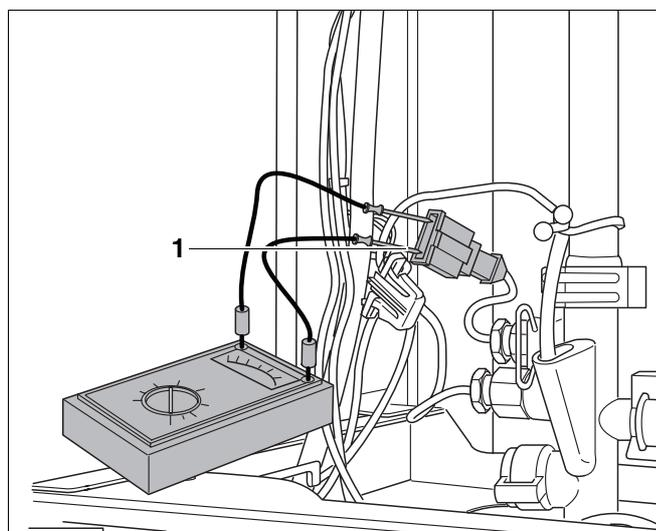

Fig. 67 Logamax plus GB122-11/19/24/24K: verificare sensore di mandata
- Misurare la resistenza del sensore (fig. 67, pos. 1).